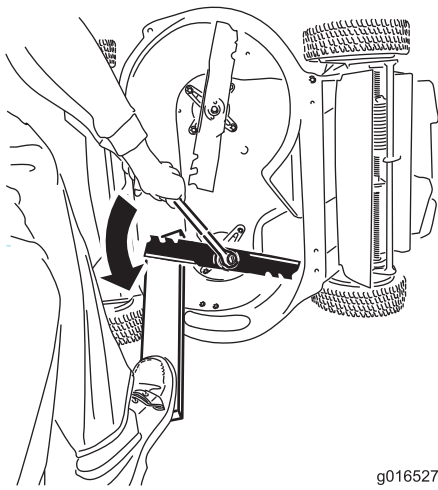

Figure 38
- Servez-vous d'une cale en bois pour immobiliser chaque lame et dévissez le boulon de lame, comme montré à la Figure 38.